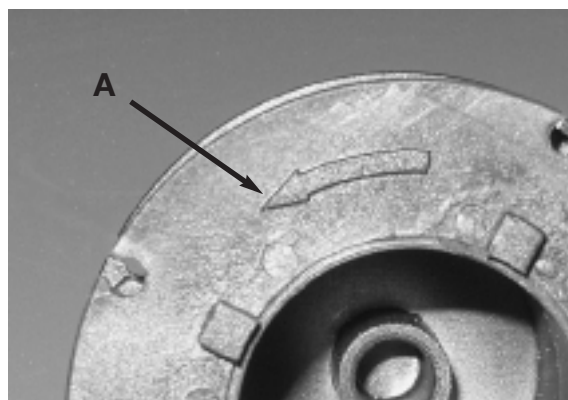
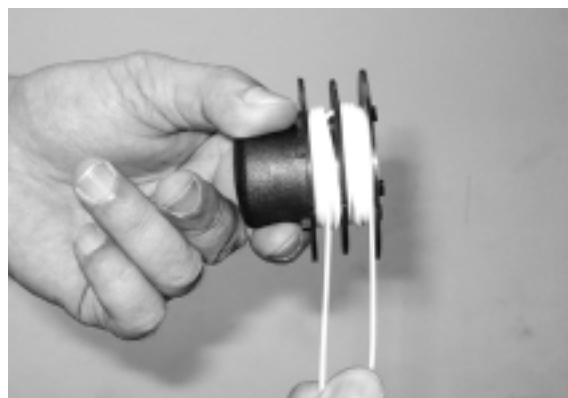

Fig. 14
Fig. 15
5. Enroulez le fil de façon serrée et propre sur la bobine. Le fil devrait s'enrouler dans le sens de la flèche (A) imprimée sur le bobine, chaque moitié étant séparée par le diviseur (Fig. 14). Continuez à enrouler et serrer jusqu'à ce que le fil reste environ 6" de longueur. (Fig. 15).